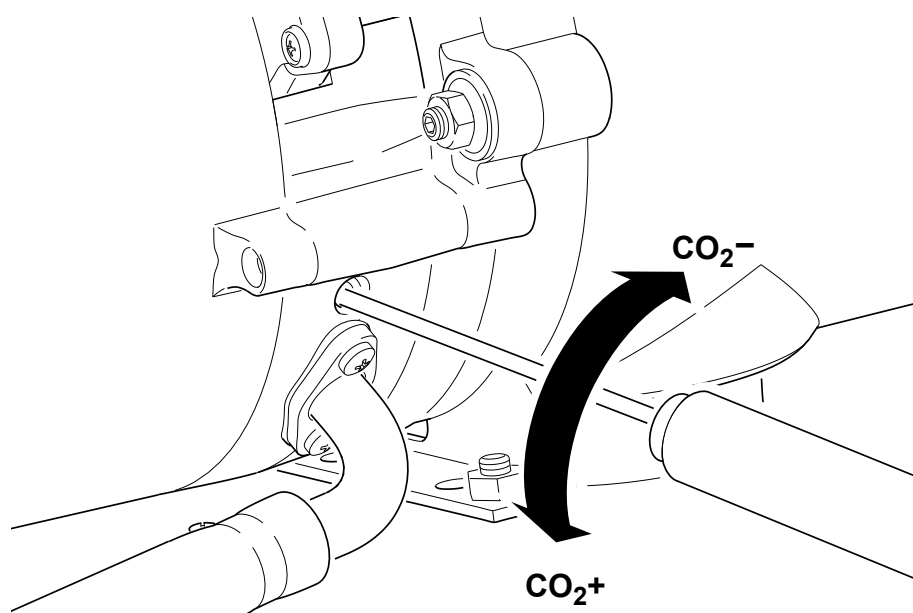

Abb. 701 Einstellung CO₂-Abgaswert
Die Einstellung des CO₂-Abgaswertes erfolgt mit einer Stellschraube, welche zugänglich ist am Heizgerät über dem Gasanschluss (siehe Abb. 701).
4. Inbusdreher an der Einstellschraube über dem Gasanschluss (siehe Abb. 701) ansetzen und die Stellschraube drehen bis der Sollwert erreicht ist.